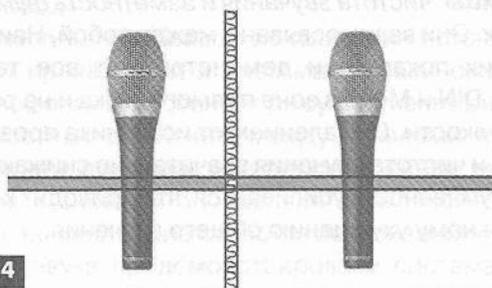

Рис.4
**Baffled-stereo** – система аналогичная AB-stereo с помещенным посередине между капсюлями звукопоглощающим экраном типа Jecklin Disk. В данном случае экран выполнен из материала шуманет толщиной 50 мм (рис.4).